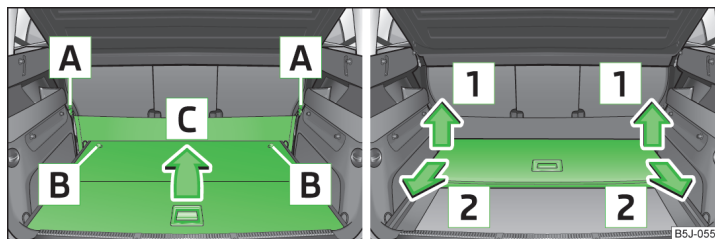

Abb. 67 Variablen Ladeboden zusammenklappen / herausnehmen
- Die Schlaufen **A** » Abb. 67 der elastischen Trennwand aus den Befestigungspunkten aushängen.
- › Den variablen Ladeboden durch Drehen der Sicherungsbolzen **B** » Abb. 67 nach rechts um ca. 180° verriegeln.